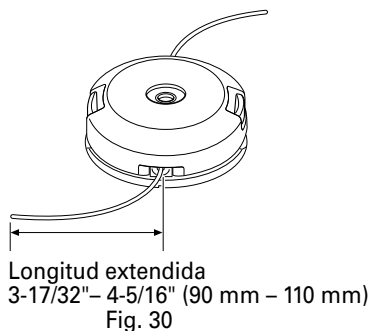

Fig. 30
- (8) Tire firmemente de la línea a fin de que no exista ninguna holgura. A continuación, corte la línea a una longitud extendida de 3-17/32"- 4-5/16" (90 mm – 110 mm) con una tijera. (Fig. 30)